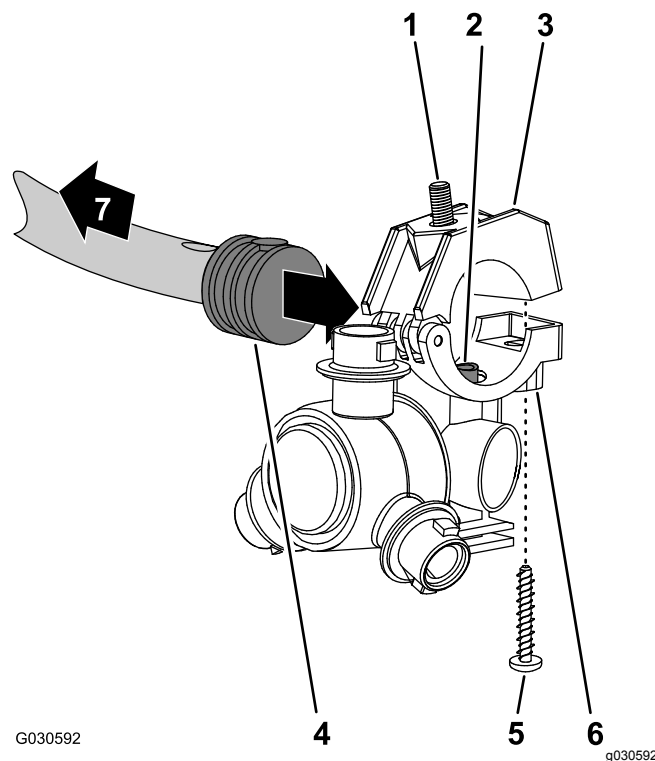

Figura 130
1. Alinhe o tubo de transferência na sela de um bico do pulverizador (Figura 130) com o orifício na lateral da haste do tubo roscado simples (13 mm).
2. Feche a metade do grampo superior em torno da haste do tubo estriado e prenda a metade do grampo e o corpo do bico do pulverizador (Figura 130) com o parafuso de aço inoxidável (N.º 12 x 1¼ pol.); aperte o parafuso de aço inoxidável com 14 a 18 N·m.